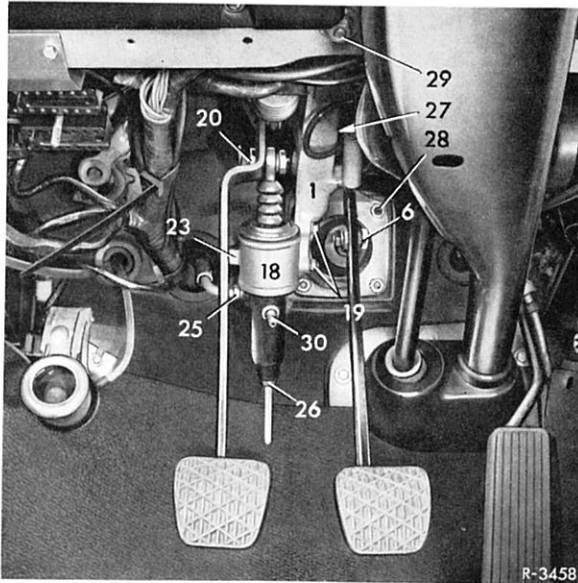

Bild 29–1/5
- 2 Leitungen (25) vom Ausgleichbehälter zum Geberzylinder und (26) vom Geber- zum Nehmerzylinder abschrauben (Bild 29–1/5).
- 3 Schraube (6) am Bremspedal lösen und abnehmen (Bild 29–1/5).
- 4 Kabelstecker (27) vom Bremslichtschalter abziehen.